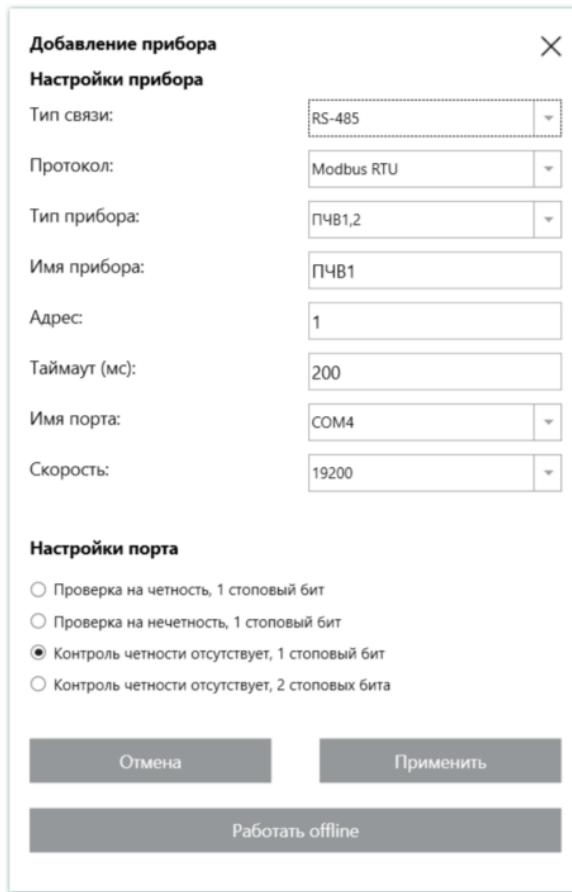

Рис. 28. Настройка параметров связи с ПЧ
3. Необходимо открыть ПО «Универсальный конфигуратор ПЧВ». В открывшемся окне необходимо нажать на кнопку «Добавить прибор», далее необходимо в соответствии с рис. 28 выставить все необходимые параметры в открывшемся окне.